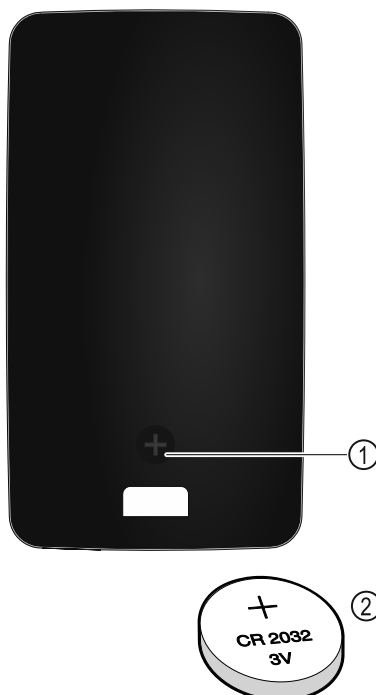

Fig. 260
Strømforsyningen til fjernstyringen sker via et batteri af typen CR 2032 med 3 V Fig. 260 (2), som kan fås hos fagforhandleren.
- Skru skruen Fig. 260 (1) ud på bagsiden af fjernbetjeningen.